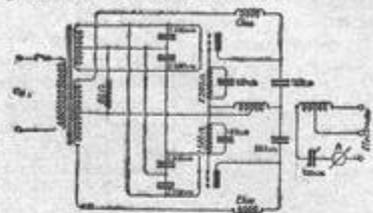

Fig. 2
Nous donnons en figure 2, le schéma de principe d'un appareil thérapeutique à O.C. (1). Les lampes employées sont du type « Emission » et spécialement conçues pour le fonctionnement en O. C. La puissance utile obtenue est de 160 watts pour une longueur d'onde émise de 22 mètres.